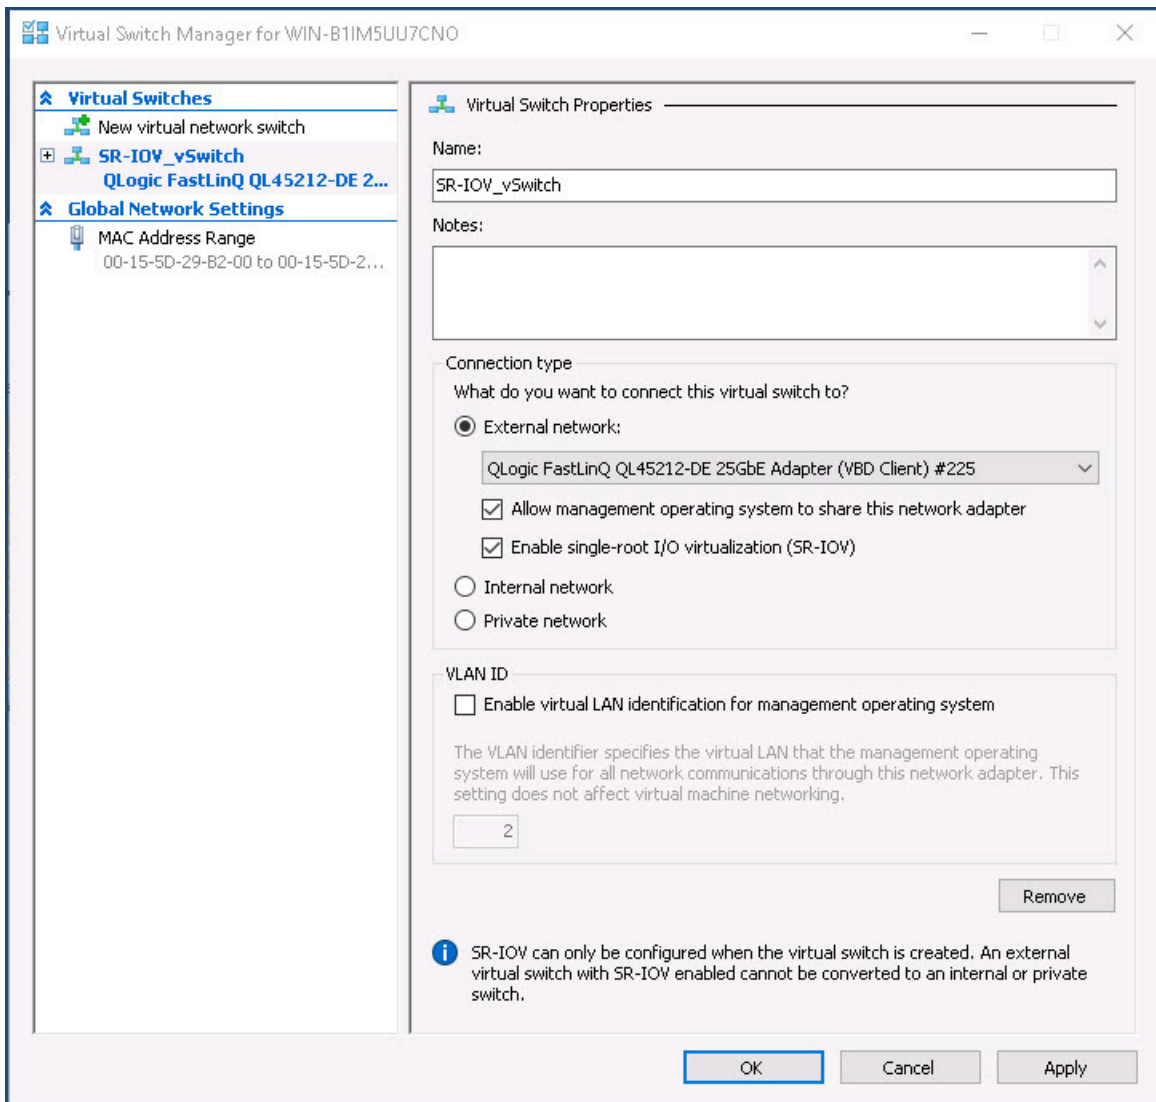

Abbildung 8-4. Manager für virtuellen Switch: SR-IOV aktivieren
10. So erstellen Sie einen Switch für eine virtuelle Maschine mit SR-IOV (Abbildung 8-4 auf Seite 101):